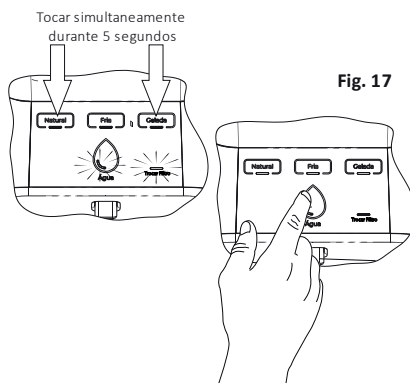

Fig. 17
- Toque simultaneamente as teclas Natural e Gelada (fig. 17) por cinco segundos, o LED 'Trocar Filtro' permanecerá piscando na cor vermelha, e o LED 'Gota' (Água) ficará piscando na cor branca. Logo em seguida, toque no ícone da 'Gota' (Água) para confirmação, os LED's pararão de piscar. Caso a confirmação não seja realizada em até 5 segundos, o LED de acionamento para de piscar automaticamente. Neste caso repita o procedimento.